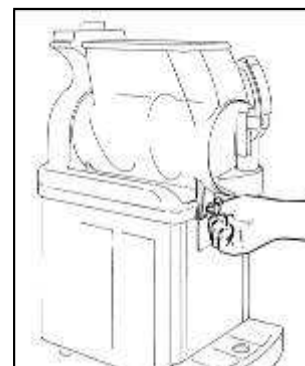

Рис. 39
- Закрепить контейнер, прикрутив две круглые рукоятки (Рис.39).